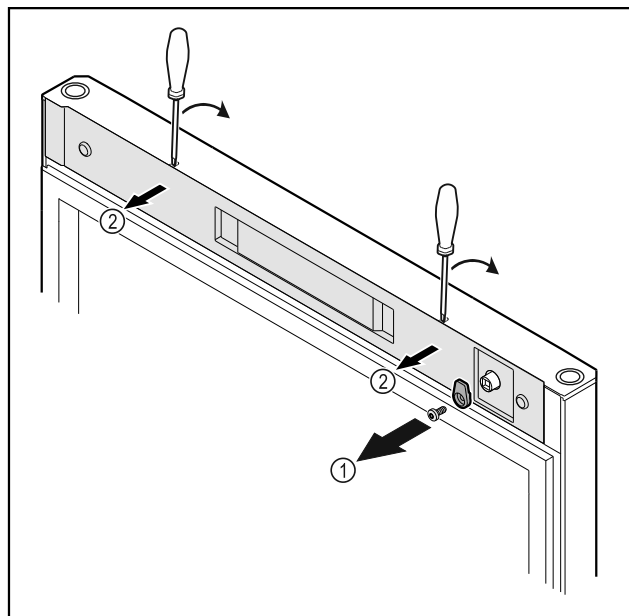

Fig. 18
- ▶ Odkręcić haczyk zamykający Fig. 18 (1).
- ▶ Osłonkę Fig. 18 (1) podważyć małym śrubokrętem i zdjąć.